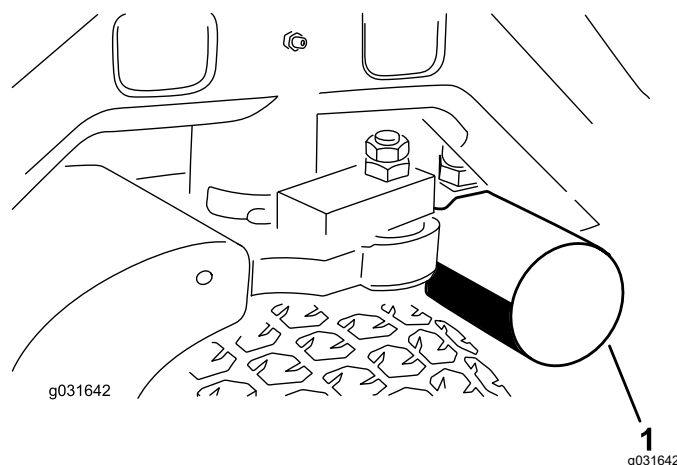
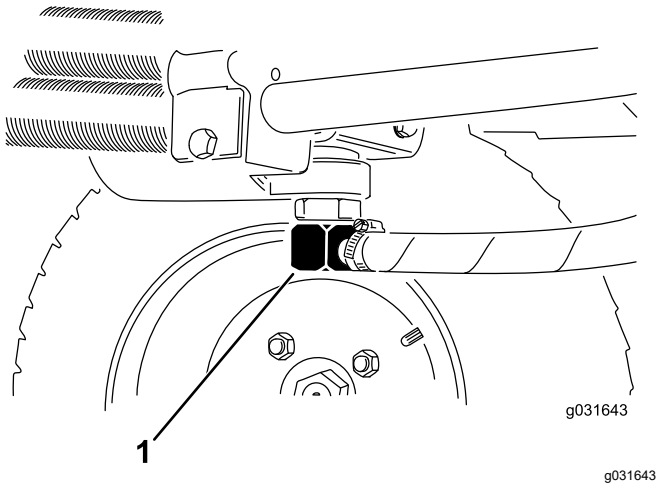

Figura 65
Figura 66
3. Pulite attorno all'area di montaggio del filtro, collocate una bacinella di spurgo sotto il filtro e togliete il filtro (Figura 65).
2. Scollegate il tubo idraulico o togliete il filtro idraulico e lasciate defluire il fluido idraulico in una bacinella (Figura 65 e Figura 66).
3. Quando il fluido idraulico cessa di defluire, montate il tubo idraulico (Figura 66).